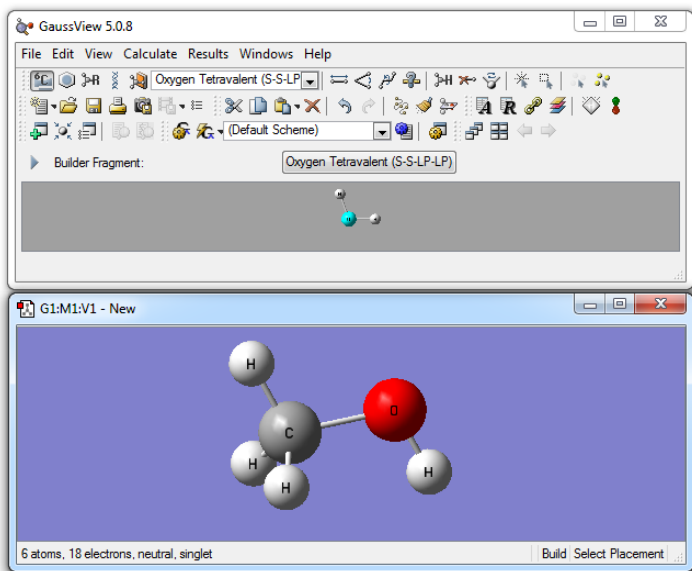

Рис. 4.1. Построение молекулы метанола
1. Постройте молекулу метанола (рис. 4.1) и выполните оптимизацию геометрии структуры с использованием неэмпирического метода Хартри-Фока (HF) и базисного набора 6-31G(d) (рис. 4.2).